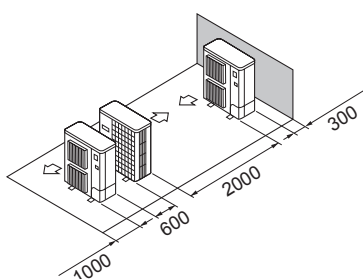

Fig. 2-16
- ⑤ Plassering av enkel parallellhet (Fig. 2-16)